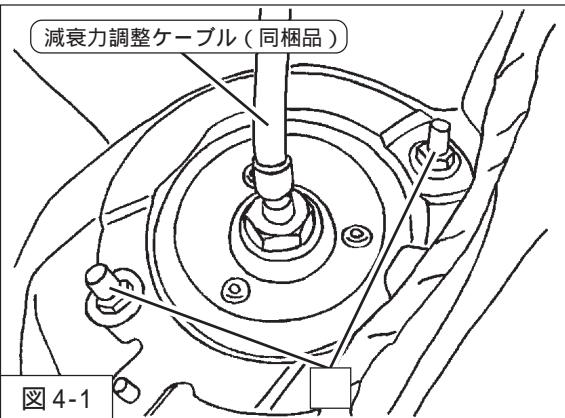

図4-1
(S15は締付トルク:16~18N·m)を車両に取付けてください。(図4-1)
2. P11「減衰力調整方法」を参考に、減衰力調整ケーブル(同梱品)をリアダンパーASSYに取付けてください。(図4-1)